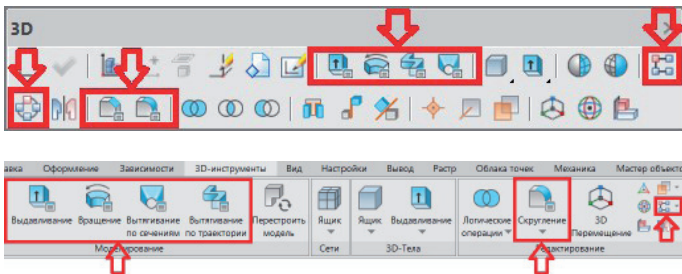

Рис. 65. Панель и вкладка 3D. Операции, отображаемые в Менеджере параметров
- **Параметры модели.** Параметры, содержащие настройки операций 3D-моделирования (рис. 65);